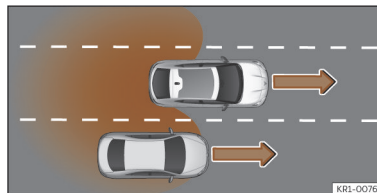

Fig. 153 Ultrapassagem na faixa de rodagem central e incorporação posterior na faixa de rodagem direita.
- Quando se ultrapassa outro veículo >>> **Fig. 153** com uma diferença de velocidade de aprox. 10 km/h (6 mph). Se a ultrapassagem é consideravelmente mais rápida, não se mostra qualquer indicação.